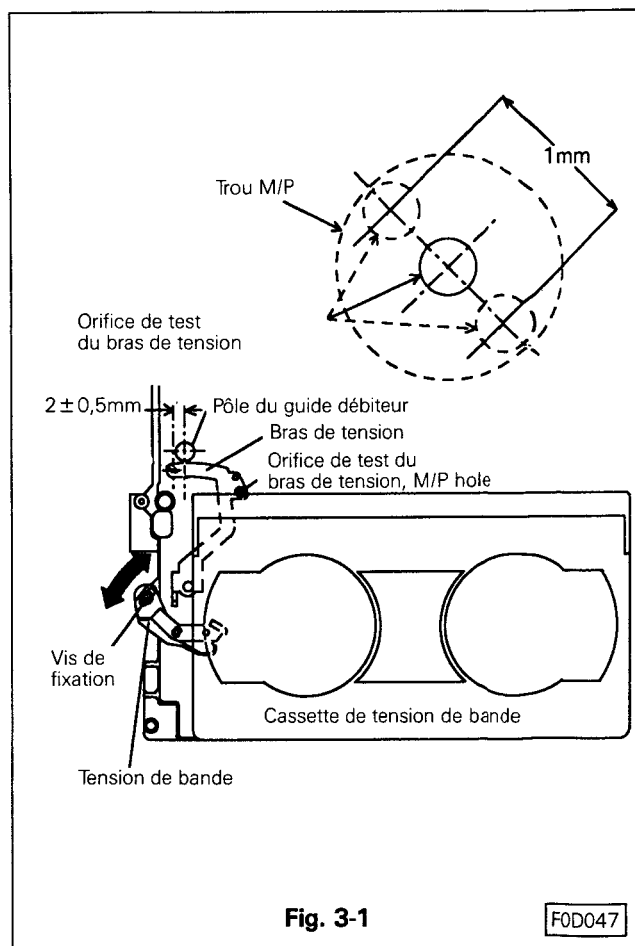

Fig. 3-1
3-1 REGLAGE DE LA TENSION BANDE ET DE LA TENSION POLE POSITION (Voir Fig. 3-1)
- Lorsque la vitesse de défilement est devenue constante contrôler que l'orifice de test du bras de tension soit bien superposé avec celui de M/P de la platine mécanique et que la distance entre le centre du pôle de tension et le guide pôle soit bien de 2 ± 0.5 m/m. (Voir Fig. 3-1)